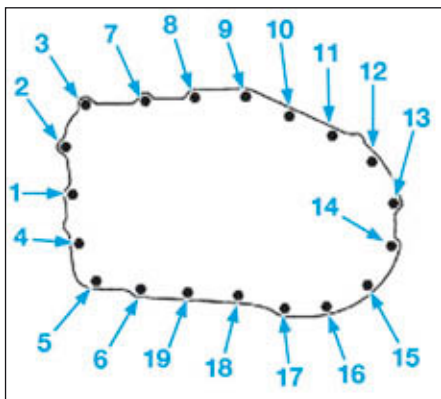

FIG.18
• Presserrer les vis n°2 et n°14 (Fig.18) à 1 daN.m.